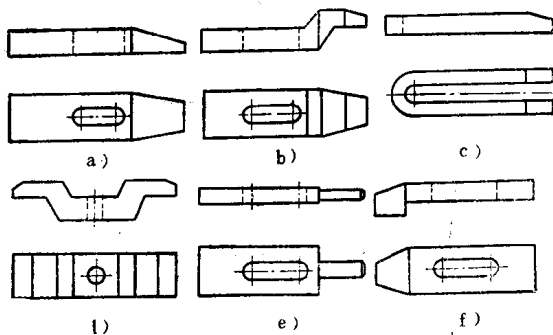

图1-18 常用的压板
1) 压板与压紧螺栓 压板用于压紧工件。常用的压板有平压板、弯压板、马蹄形压板、弓形压板、插销压板和梯形压板等, 见图1-18。